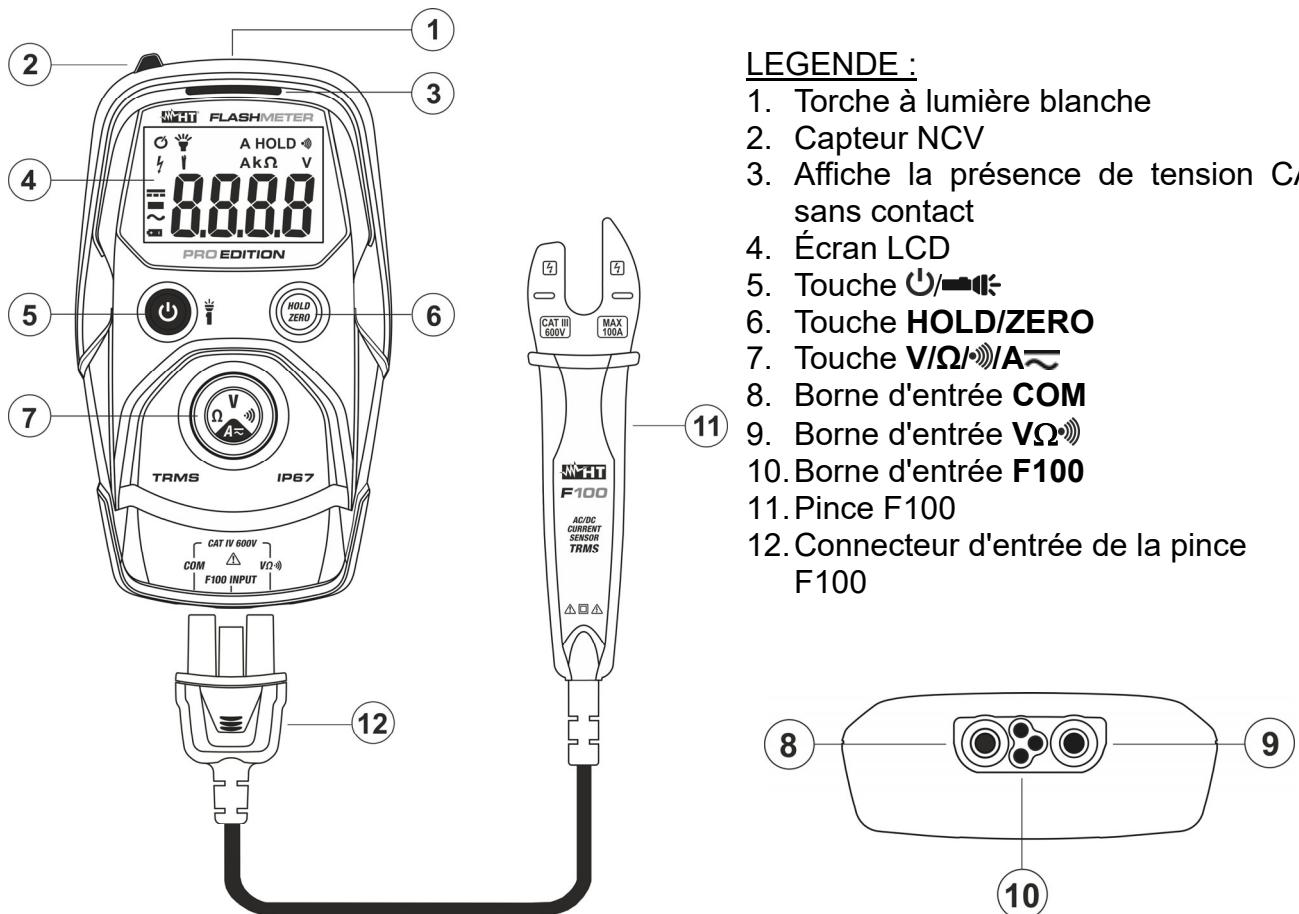

Fig. 1: Description de l'instrument
La pression de la touche  permet l'allumage de l'instrument. Appuyer environ 1s sur la touche  pour éteindre l'instrument. L'instrument étant allumé, appuyez sur la touche  pour activer/désactiver la torche à lumière blanche intégrée (voir Fig. 1 - partie 1). Le symbole "💡" s'affiche à l'écran.
L'instrument permet de détecter la présence de tension CA sans contact en utilisant le capteur NCV présent dans la partie supérieure (voir Fig. 1 – partie 2).
3. L'allumage de l'afficheur rouge (voir Fig. 1 – partie 3) indique la présence de la tension AC
- Insérer le connecteur à pince F100 (voir Fig. 1 - partie 12) dans les bornes d'entrée **COM**, $V\Omega$ et **F100**. L'instrument affiche automatiquement la sélection de la mesure du courant CA (\sim) sur l'écran